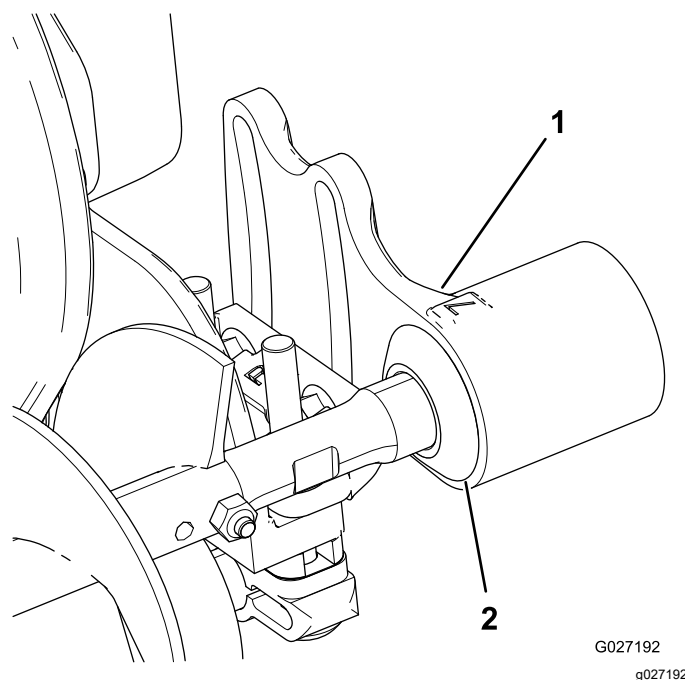

Figure 9
1. Faites glisser chaque joint d'étanchéité vers l'extérieur jusqu'à ce qu'il soit en léger contact avec chaque logement de roulement (Figure 9).